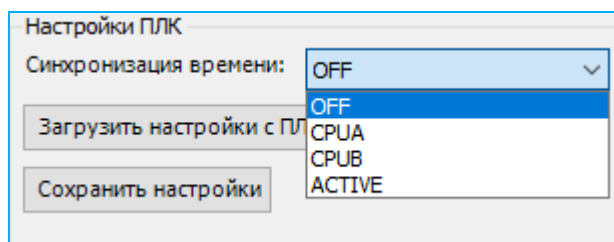

Рисунок 62
- выберите один из четырех режимов осуществления синхронизации времени (Рисунок 62):